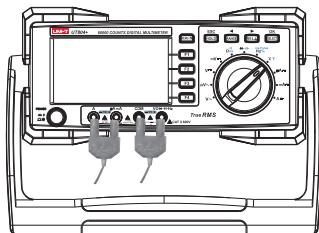

图13
- (1) 将仪表的旋转开关转到 "°C°F" 测量档, 按SELECT键选择摄氏温度°C或华氏温度°F, 图13, 将温度转接座插入四个端子, 二个温度探头接入温度转接座, 探头探测待测物体的表面上。